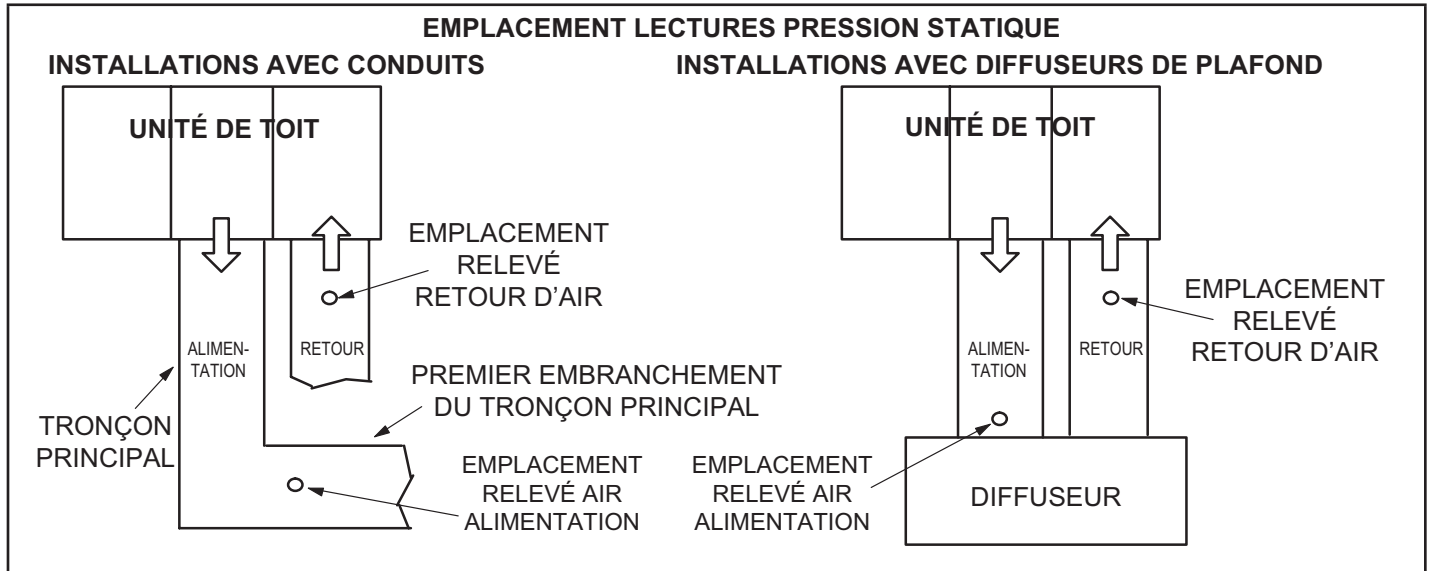

FIGURE 13
- 2 - Avec tous les panneaux d'accès en place, mesurer la pression statique à l'extérieur de l'unité (depuis l'alimentation jusqu'au retour). Les données de rendement du ventilateur sont basées sur les mesures de pression statique réalisées aux endroits indiqués à la FIGURE 13.